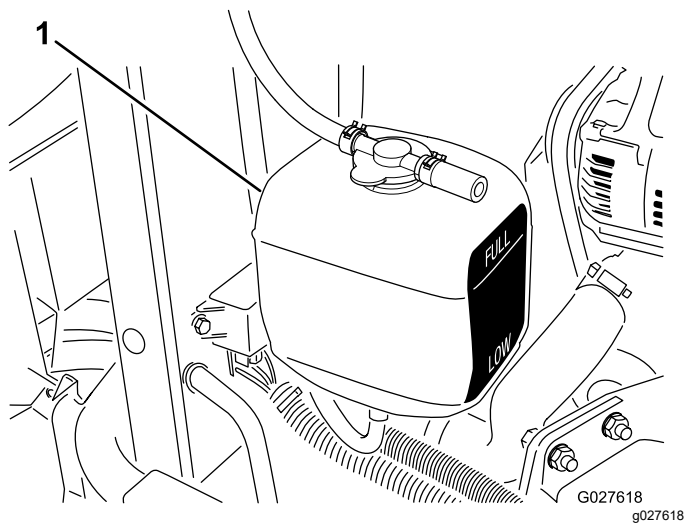

Figura 77
3. Compruebe el nivel de refrigerante del depósito de expansión (Figura 77).